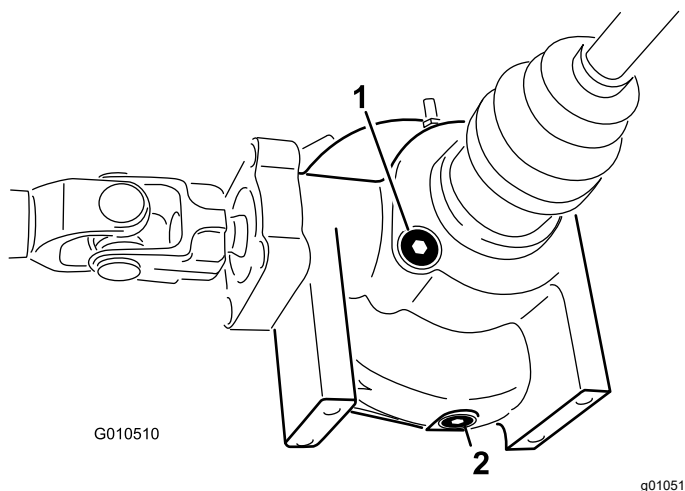

Figure 44
4. Nettoyez la surface autour du bouchon de remplissage/contrôle sur le côté du différentiel (Figure 44).
4. Nettoyez la surface autour du bouchon de vidange sur le côté du différentiel (Figure 44).